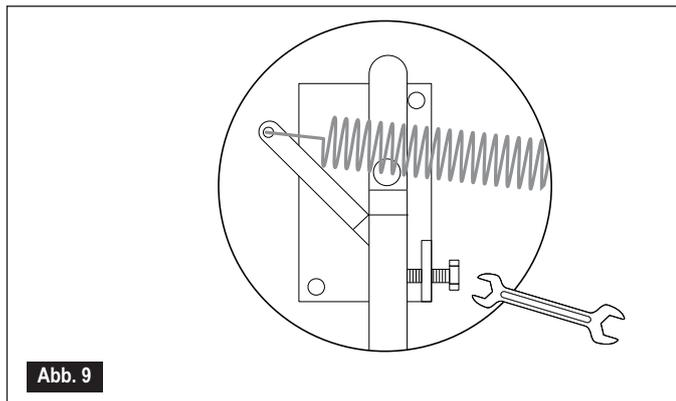

Abb. 9
- Verwenden Sie dazu die Stellschrauben in den Hebelarmen (Abb. 9).